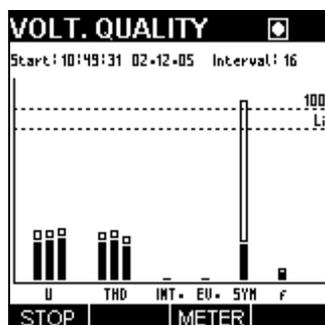

Abb. 9.3: Bildschirm LAUF SPANNUNGSQUALITÄT
Die Funktion "Spannungsgüte" speichert folgende Parameter und wertet sie aus: U_{Mit} , kurze Spannungseinbrüche, transiente Überspannungen, Unterbrechungen, Frequenz, THD und Unsymmetrie. Sie werden alle entsprechend der internationalen Norm EN 50160 : 1999 „Merkmale der Spannung in öffentlichen Elektrizitätsversorgungsnetzen“ berechnet. Zu Einzelheiten der EN 50160 siehe Abschnitt 15.7. Der Anwender kann die Nennspannung und die Integrationsperiode bestimmen. Zusätzlich kann er vordefinierte (EN 50160) oder kundenspezifische Schwellwerte für Spannungsabweichungen, Spannungseinbrüche, transiente Überspannungen und Unterbrechungen wählen. Während und nach der Messung wird ein Balkendiagramm benutzt, um die Ergebnisse und die Einhaltung der Norm auszuwerten. Im Balkendiagramm können folgende Werte beobachtet werden (Abb. 9.3: Bildschirm LAUF SPANNUNGSQUALITÄT):
Der obere, unausgefüllte Teil des Spannungsbalkens (Abb. 9.3: Bildschirm LAUF SPANNUNGSQUALITÄT) stellt die maximale Abweichung von U_{nenn} für alle Daten (100 %) dar. Wenn dieser Balken die 100%-Grenzwertlinie nicht schneidet, bedeutet das, dass alle Daten innerhalb von +10 %, -15 % liegen. EN 50160 fordert zusätzlich, dass alle gemessenen Spannungen innerhalb des Bereiches +10 %, -15 % liegen sollten.
- **THD:** Stellt den Gesamt-Oberschwingungsgehalt in drei Balken (L1, L2, L3) dar, einem für jede Phase. Die Grenzwertlinie (Lim, 100%) zeigt 8% der THD. Der untere, ausgefüllte Teil stellt 95 % der gesammelten Daten dar, während der obere, unausgefüllte Teil die Statistik für alle Daten darstellt. Wenn daher der gefüllte Balken die Lim-Linie (Abb. 9.3: Bildschirm LAUF SPANNUNGSQUALITÄT) nicht kreuzt, bedeutet das, dass die THD der Norm EN 50160 entspricht. Wenn der ungefüllte Balken die 100%-Linie nicht schneidet, bedeutet das, dass die THD während der gesamten Aufzeichnung niedriger als 8 % war.
- **SYM:** Stellt Unsymmetrie im Drehstromnetz dar. Die Grenzwertlinie (Lim, 100%) zeigt, ob die Unsymmetrie größer als 2 % war. Der untere Teil des Balkens stellt 95 % der Daten dar, während der obere alle Daten darstellt. Wenn der ungefüllte Balken die Grenzwertlinie nicht schneidet, bedeutet das, dass alle Daten innerhalb des 2%-Bereiches liegen. Wenn daher der gefüllte Balken die Lim-Linie (Abb. 9.3: Bildschirm LAUF SPANNUNGSQUALITÄT) nicht kreuzt,
- f: Stellt die Frequenzabweichung dar; die Grenzwertlinie zeigt 1 % von 50 Hz. Der untere (gefüllte) Teil des Balkens (Abb. 9.3: Bildschirm LAUF SPANNUNGSQUALITÄT) stellt 95,5% der Daten dar, während der obere alle Daten darstellt. Wenn der gefüllte Balken die Grenzwertlinie nicht schneidet, bedeutet das, dass 99,5 % der Daten innerhalb des 1-%-Bereiches liegen. Wenn der ungefüllte Balken die 100%-Linie nicht schneidet, bedeutet das, dass die Frequenzabweichung nie höher als 1 % war. Wenn daher der gefüllte Balken die Lim-Linie (Abb. 9.3: Bildschirm LAUF SPANNUNGSQUALITÄT) und der ungefüllte die 100%-Linie (Abb. 9.3: Bildschirm LAUF SPANNUNGSQUALITÄT) nicht kreuzt, bedeutet das, dass die Frequenz der Norm EN 50160 entspricht.